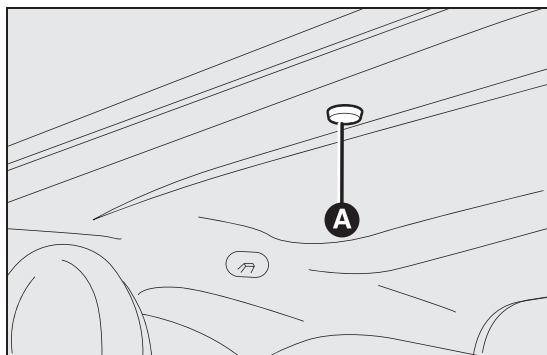

fig. 47
- ☐ verwijder de beschermkap A fig. 47 uit de zitting voor de handmatige bediening, op de binnenbekleding achter het zonnescherm